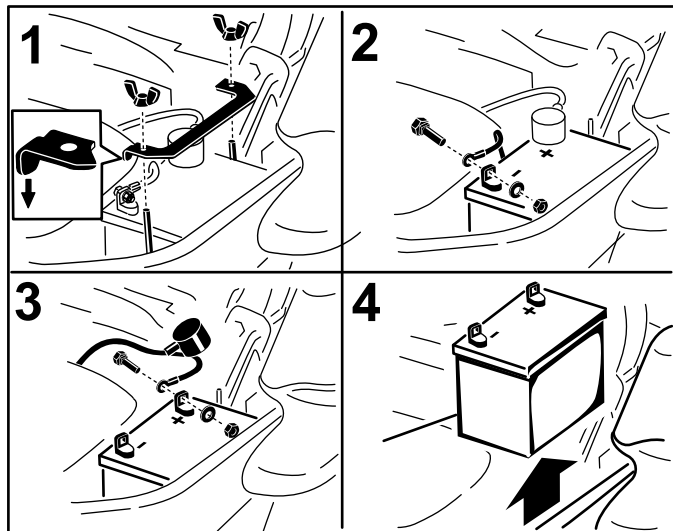

Figura 54
3. Primero desconecte el cable negativo (negro) del borne negativo (-) (negro) de la batería (Figura 54).
4. Retire la cubierta de goma roja del borne positivo (rojo) de la batería y retire el cable positivo (+) (rojo) (Figura 54).
5. Retire la tuerca de orejeta que sujeta la abrazadera de la batería (Figura 54).
6. Retire la abrazadera (Figura 54).
1. Coloque la batería en la bandeja, con los bornes frente al depósito de aceite hidráulico (Figura 54).
4. Fije los cables con 2 pernos, 2 arandelas, y 2 contratuercas (Figura 54).
6. Instale la abrazadera y sujétela con la tuerca de orejeta (Figura 54).